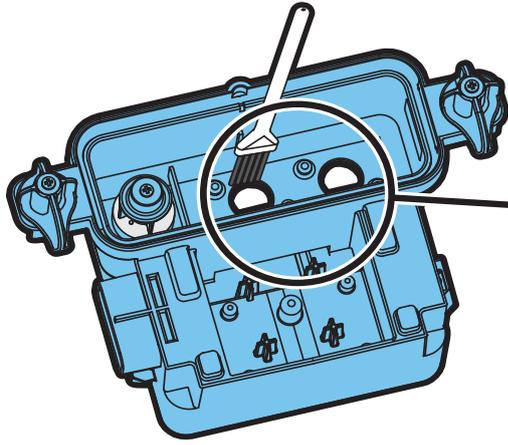

Fig. 13
9. Hell litt oppvaskmiddel i bunnen og bruk den medfølgende børsten til forsiktig å rengjøre alle overflater inkludert metallplaten og gummiforseglingen som sitter i sporet øverst. **Ikke ta ut gummiforseglingene.** (Se Fig. 13 og 14).